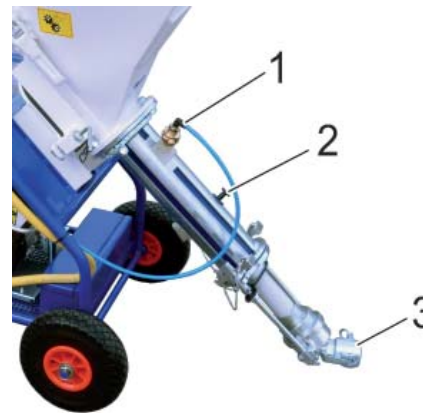

Рис. 13: Смесительная труба
присоедините пусковой шланг к муфте шланга для раствора наконечника насоса (рис. 13, поз. 3) и опустите конец шланга в емкость для сбора, например, ведро.
- Проложите внутренний водозаборный шланг (рис. 13, поз. 1) от смесительной трубы к емкости для сбора, например ведру.